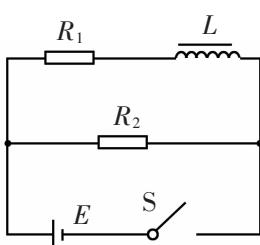

图 1-6-9
(2) 当开关 S 由闭合变为断开时， L_1 、 L_2 两个灯泡的亮度又将如何变化？
3. 如图 1-6-9 所示，电源的电动势 $E=15$ V，内阻忽略不计， $R_1=5 \Omega$ ， $R_2=15 \Omega$ ，电感线圈的电阻不计，求当开关 S 接通的瞬间、 S 接通达到稳定时及 S 切断的瞬间流过 R_1 的电流。